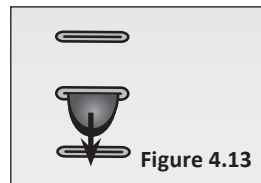

Figure 4.13
- 3 Réinsérez l'ancrage à travers la fente sur le devant du siège à la hauteur désirée. **Figure 4.13**